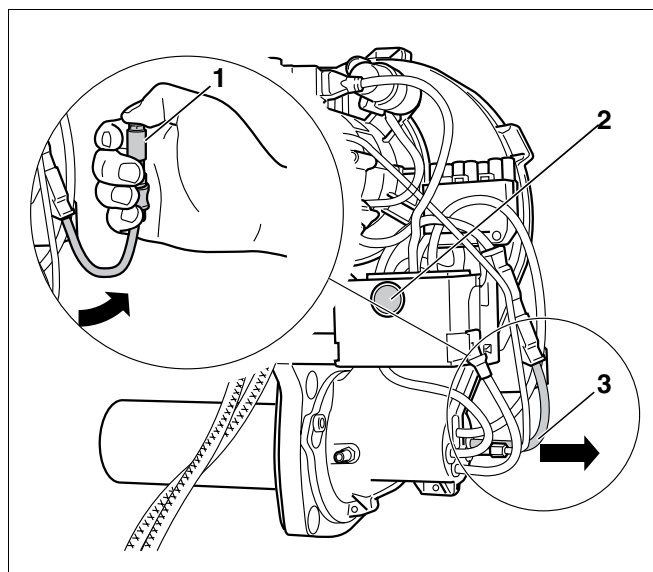

Fig. 20 Testarea funcției senzorului de flacără
- Cu arzătorul în funcțiune, se scoate senzorul de flacără din suport, trăgând de mânerul prevăzut (Fig. 20, **Poz. 3**).
- Se acoperă senzorul de flacără (Fig. 20, **Poz. 1**). După repornire trebuie să urmeze o deconectare la perturbație.
- După un timp de așteptare de cca. 30 secunde se deblochează automatul de ardere pe combustibil lichid prin apăsarea butonului de (Fig. 20, **Poz. 2**) resetare.